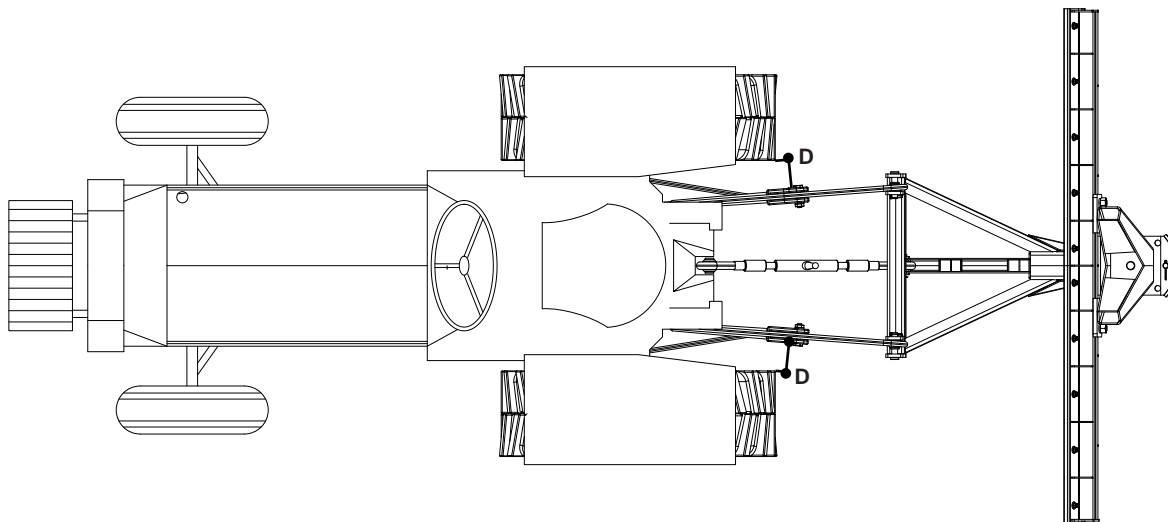

FIGURA 10
- Alinhe o engate superior da plaina com o 3º ponto do trator; verificando se as distâncias "D" dos braços inferiores do hidráulico são iguais em relação aos pneus do trator conforme figura 10. Os braços inferiores devem estar nivelados um com outro.